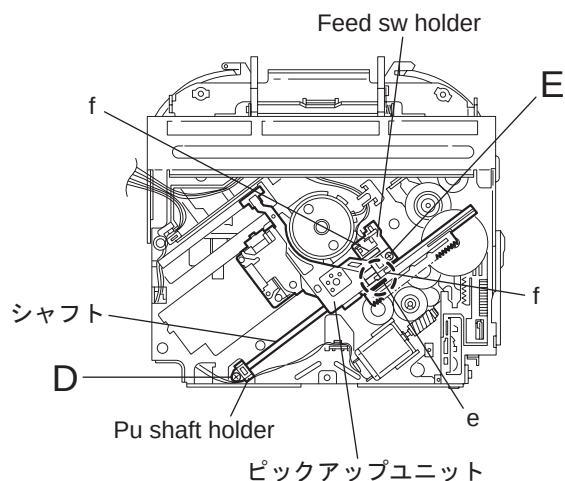

図13
■ピックアップユニットの外し方 (図13～17参照)
■ピックアップユニットの組み付け方 (図13～16参照)